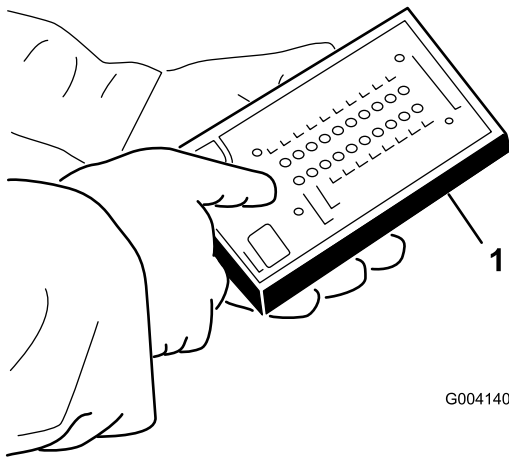

Figura 41
4. Conecte el conector de la pantalla diagnóstica ACE al conector diagnóstico (Figura 41).